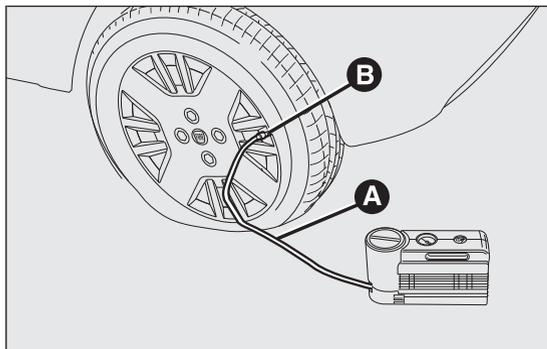

fig. 129
- ❑ Accionar el freno de mano. Desenroscar el capuchón de la válvula del neumático, extraer el tubo flexible de llenado A fig. 129 y apretar la corona B en la válvula del neumático;